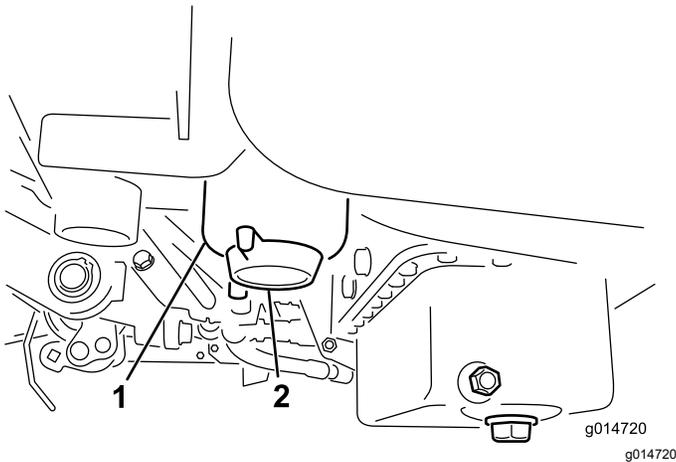

图 36
2. 清洁滤清器过滤筒的安装区域图 36。
4. 打开滤清器排油塞图 36。